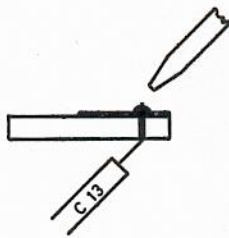

Fig. 2-2-1
a) Prélever au maximum la soudure aux points d'amarrage des éléments à remplacer, à l'aide d'un fer à souder préalablement débarrassé de toute trace de soudure (fig. 2-2-1 et 2-2-2).